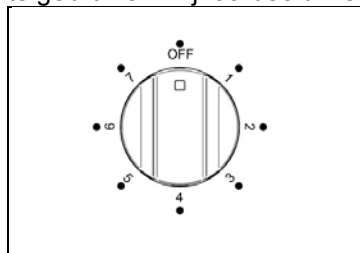

Fig 20A
2. Draai de knop van de grill met de wijzers van de klok mee to maximal 7. (Fig.20A-20B). Het rode thermostaat lampje gaat branden. Voor het beste resultaat is het raadzaam de oven 3-5 minuten voor te verwarmen.